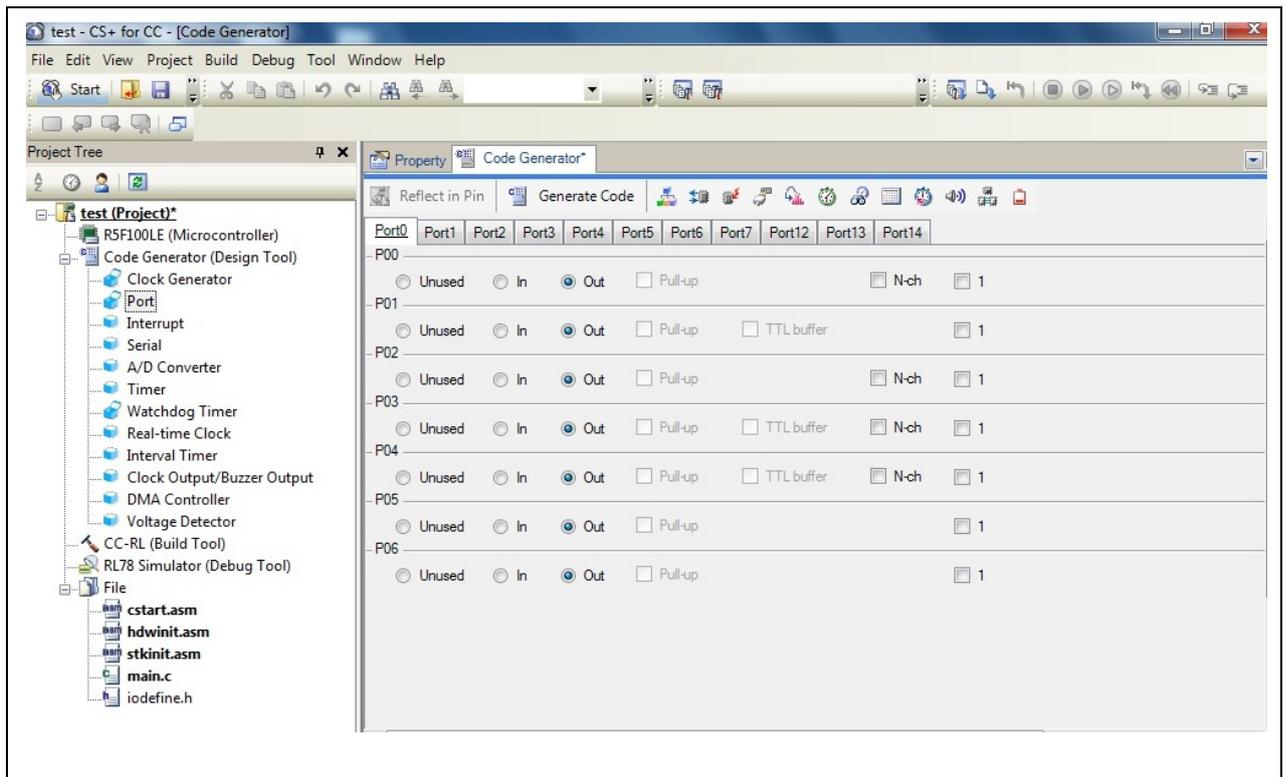

图 2.2 代码生成工具的设置界面 (2)
- (2) 进入“Pin assignment”，点击“Fix settings”按钮（请参考“图 2.2”中的 B）。